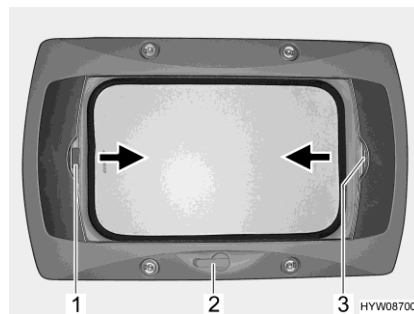

Fig. 83 Lanterneau à manivelle
- Tourner la manivelle (Fig. 83,2) jusqu'à ressentir une résistance.
- Tirer la poignée du dispositif occultant plissé (Fig. 83,3) dans le sens de la flèche et le relâcher lorsqu'il a atteint la position voulue. Le dispositif occultant plissé reste alors à cette position.
- Tirer sur la poignée (Fig. 83,1) de la moustiquaire dans le sens de la flèche jusqu'à toucher la poignée du dispositif occultant plissé (Fig. 83,3) située vis-à-vis et la faire s'enclencher.
- Appuyer sur la poignée de la moustiquaire (Fig. 83,1) vers l'arrière et le haut et décrocher la moustiquaire du dispositif occultant plissé (Fig. 83,3).